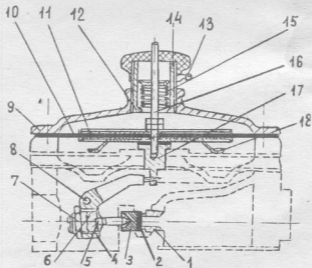

Рис. 8. Вторая ступень газового редуктора низкого давления:
64. Проверить герметичность и ход клапана 3 (рис. 8) второй ступени редуктора и при необходимости отрегулировать. Регулировку клапана редуктора осуществлять в следующей последовательности: на вход 1 ступени редуктора подать воздух под давлением 1,0—1,2 МПа (10—12 кгс/см²); отвернув контргайку 7 вывернуть регулировочный винт 6 до момента начала выхода воздуха через клапан 3 (определить на слух); завернуть винт на 1/4 оборота и затянуть контргайку 7; Правильность регулировки и ход стержня (штока) клапана проверяется воздействием на стержень 16 диафрагмы: при нажатии на стержень клапан должен открываться, при отпускании — закрываться. Заедание в рычажном механизме или направляющих клапана не допускается. Ход стержня клапана должен быть не менее 5 мм. (Стенд, линейка, ключ специальный 22 мм, отвертка 10 мм).